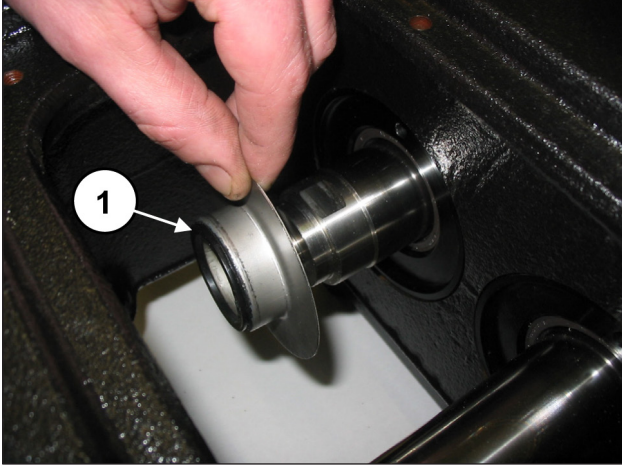
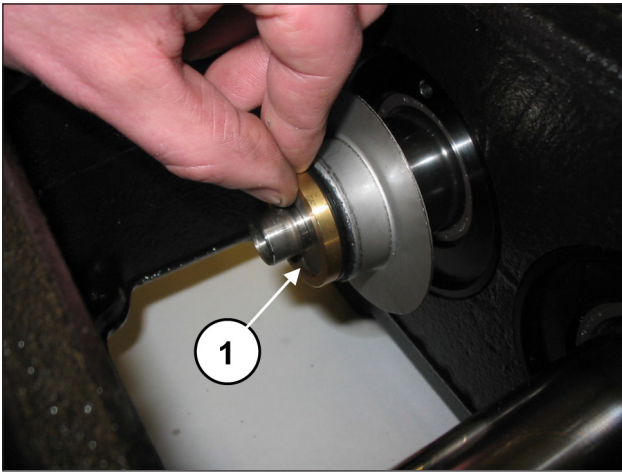

Fig. 97
Fig. 98
Placer les joints anti-éclaboussures et leur entretoise dans le logement sur la tige du guide piston (rep. ①, Fig. 97 et Fig. 98).